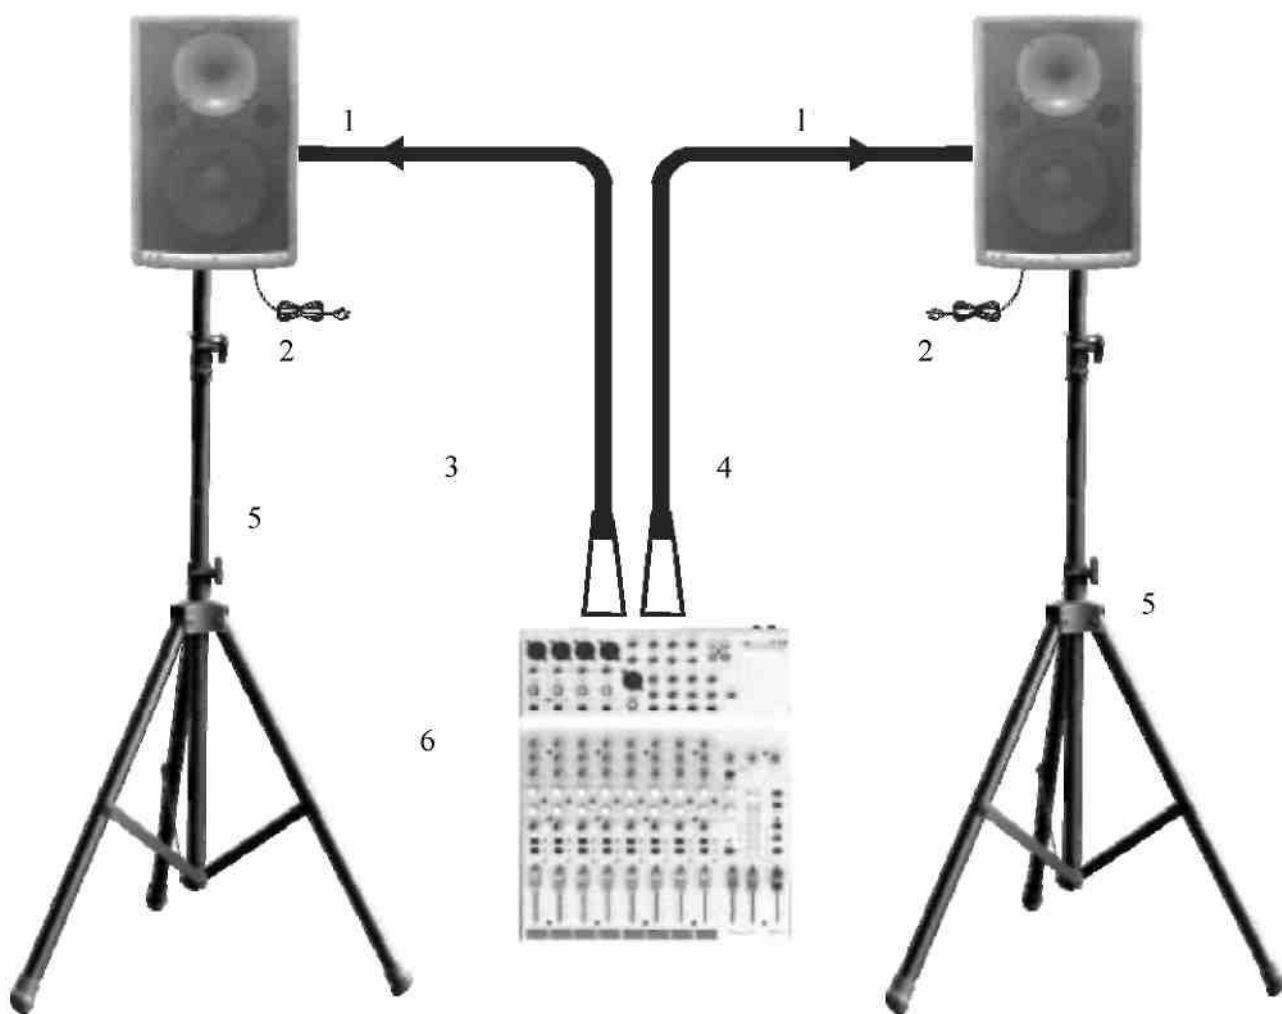

Рис.3
- 1) Соедините один конец сигнального кабеля для вашего микшера аудио-сигналов с «Выходом левого / правого канала» (Output Left / Right) (посредством стереоразъема или разъема «XLR»), а другой конец кабеля - с «Входом линии» (Line Input) (COMBO) вашего корпуса активной колонки (посредством стереоразъема или разъема «XLR»). (рис.3).
**Пояснения к рис.3:**